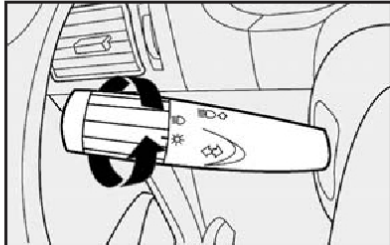

fig. 51
1) Seletor para a temperatura do ar **A-fig. 51** totalmente posicionado à esquerda.
### Luzes de posição - fig. 51